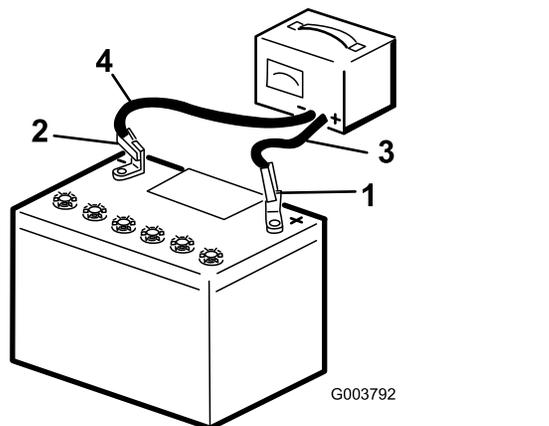

図 36
2. 25-30アンペアで10-15分、または4-6アンペアで30分、バッテリーを充電する 図 36。充電しすぎないように注意すること。
3. 充電が終わったら、チャージャのプラグをコンセントから抜いてから、チャージャのリード線をバッテリー端子から外す 図 36。